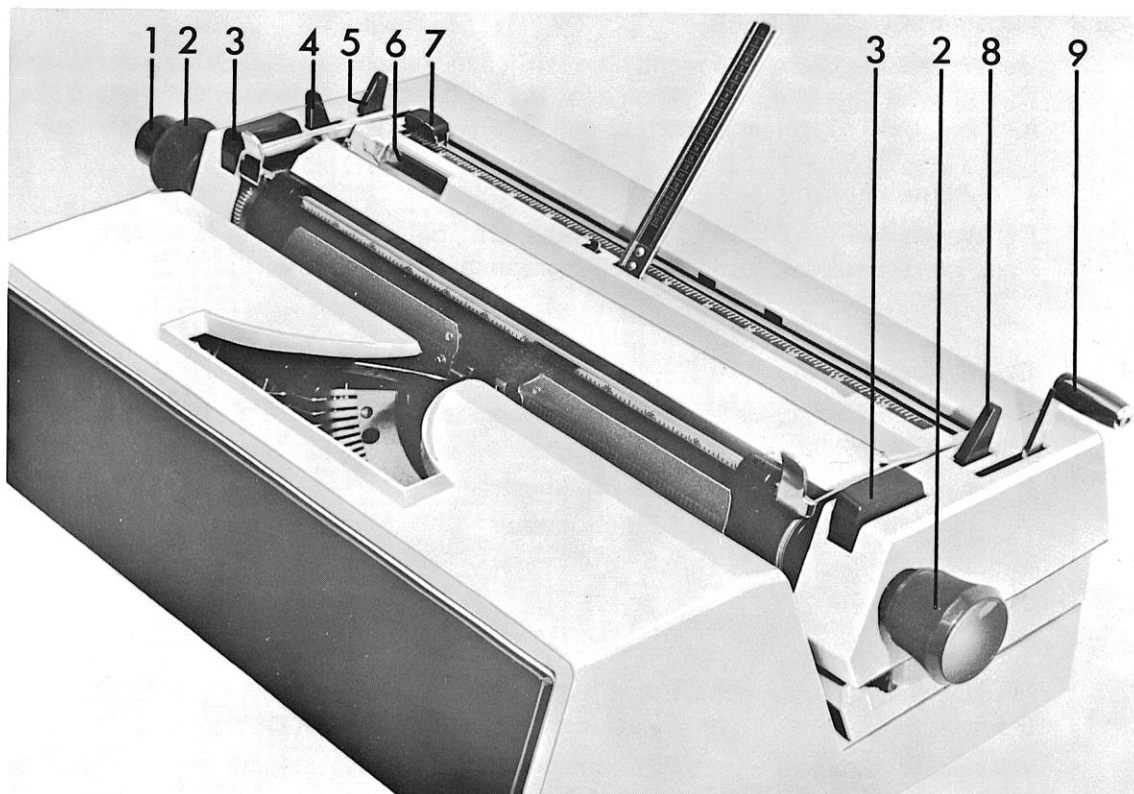
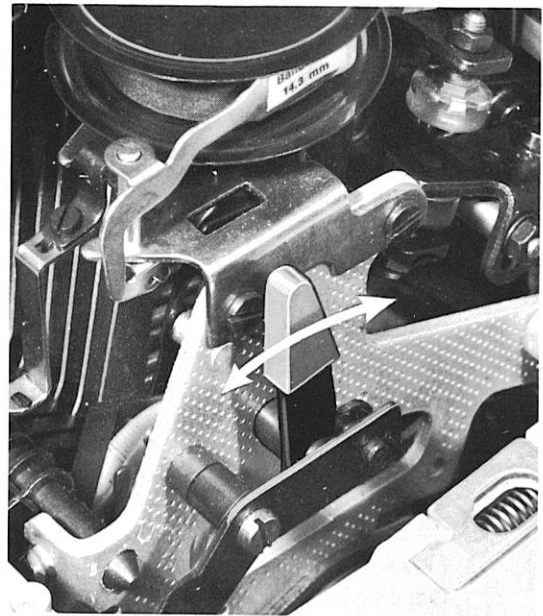

Abb. 4 Bedienungselemente
Abb. 5 Anschlagregler
Hinweise zur Handhabung der formulartechnischen Bedienungselemente sowie deren Darstellung entnehmen Sie bitte den Abb. 4 und Abb. 5
4.5.1 Walzenstechknopf (Abb. 4/1)
4.5.2 Walzendrehknöpfe (Abb. 4/2)
4.5.3 Wagenlöser (Abb. 4/3)
4.5.4 Zeileneinsteller (Abb. 4/4)
4.5.5 Walzenlöser (Abb. 4/5)
4.5.6 Papieranlage (Abb. 4/6)
4.5.7 Randsteller, Wagengrundstellung (Abb. 4/7)
4.5.8 Papierlöser (Abb. 4/8)
4.5.9 Papiereinwerfer (Abb. 4/9)
4.5.10 Anschlagregler (Abb. 5)